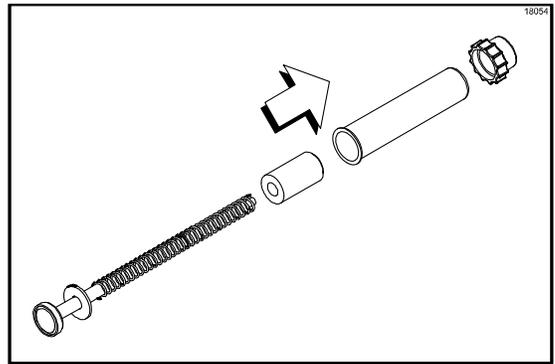

Figura 74
5. Quite la tuerca del émbolo, el tubo y la pieza de inserción del conjunto del émbolo. (Vea la figura 74).